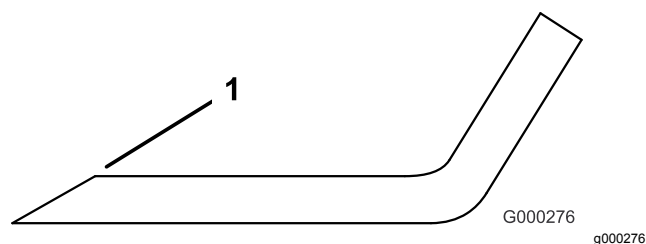

Figura 108
3. Inspecione as extremidades de corte de todas as lâminas e afie-as se apresentarem sinais de desgaste ou ranhuras (Figura 108).
Nota: Afie apenas a zona superior da parte cortante e mantenha o ângulo de corte original para garantir um desempenho eficaz da lâmina (Figura 108). A lâmina mantém o equilíbrio se for retirada a mesma quantidade de metal de ambas as partes cortantes.